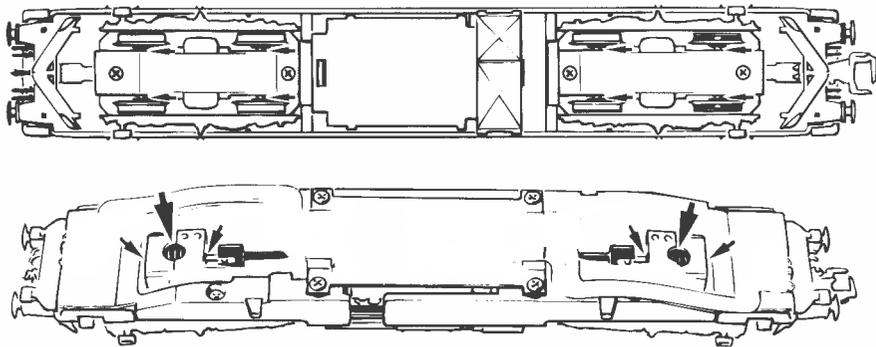

Fig. 8
4. Motorwechsel: Lokgehäuse abnehmen (Fig. 3). Danach wird der Motor ausgebaut und ausgewechselt (Fig. 8).
4. Motor Changing: First remove loco body (fig. 3), and then the motor (fig. 8).
4. Remplacement du moteur: Démontez la caisse (voir fig. 3). Démontez ensuite le moteur (fig. 8).